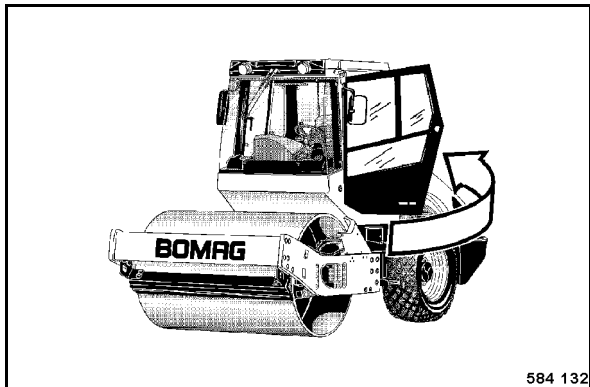

Fig. 54
- Fermer la portière (Fig. 54).